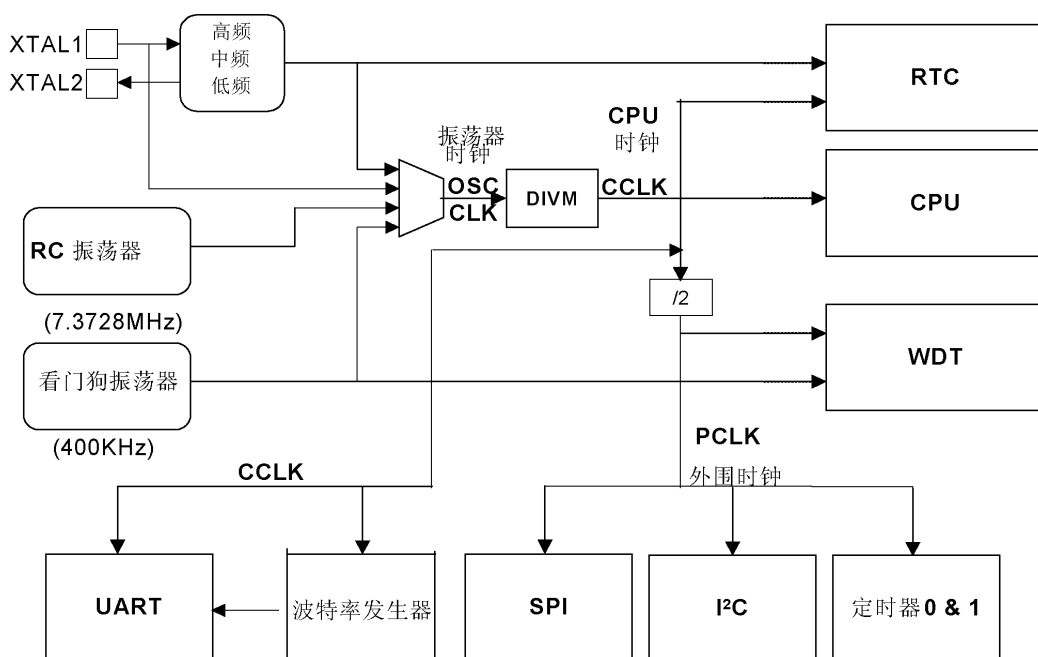

图 4 振荡器控制框图
- OSCCLK—输入到 DIVM 分频器的时钟。OSCCLK 可选择 4 个时钟源之一（见图 4），也可降低到较低的频率（见 8.7 节“CPU 时钟（CCLK）调整：DIVM 寄存器”）。